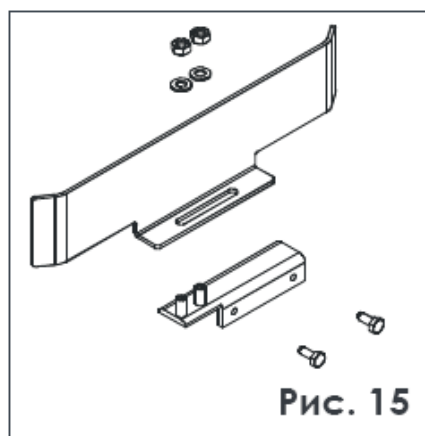

Рис. 15
1. Закрепите две стальных пластины на 2 U-образных крепежа, используя болты и гайки из комплекта поставки, как показано на рис.15.